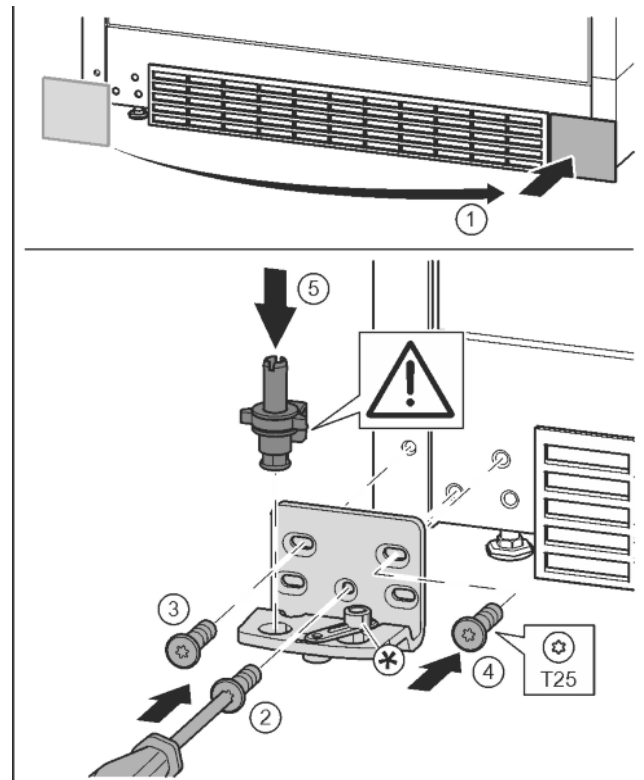

Fig. 14
- ▶ Сваляте капака и го поставете от другата страна. Fig. 14 (1)
- ▶ Поставете лагерната стойка от другата страна и я завийте с помощта на отвертка T25. Започнете с винт 2 долу в средата. Fig. 14 (2)
- ▶ Затегнете винт 3 и 4. Fig. 14 (3, 4)
- ▶ Вкарайте изцяло лагерния болт. При това обърнете внимание на това, фиксиращата гърбица да сочи назад. Fig. 14 (5)